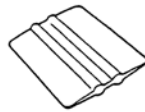

Рис. 4
1. Пластиковый аппликатор РА-1 (синий или золотистый) – имеется в продаже в Отделе коммерческой графики или в Отделе материалов для организации движения компании 3M Россия. (рис. 4)
3. Пластиковым аппликатором РА-1 (рис. 4) с надетым защитным конвертом SA-1 (рис. 5) прижмите пленку к поверхности многократными перекрывающими движениями. Убедитесь в том, что края пленки надежно приклеились к поверхности.